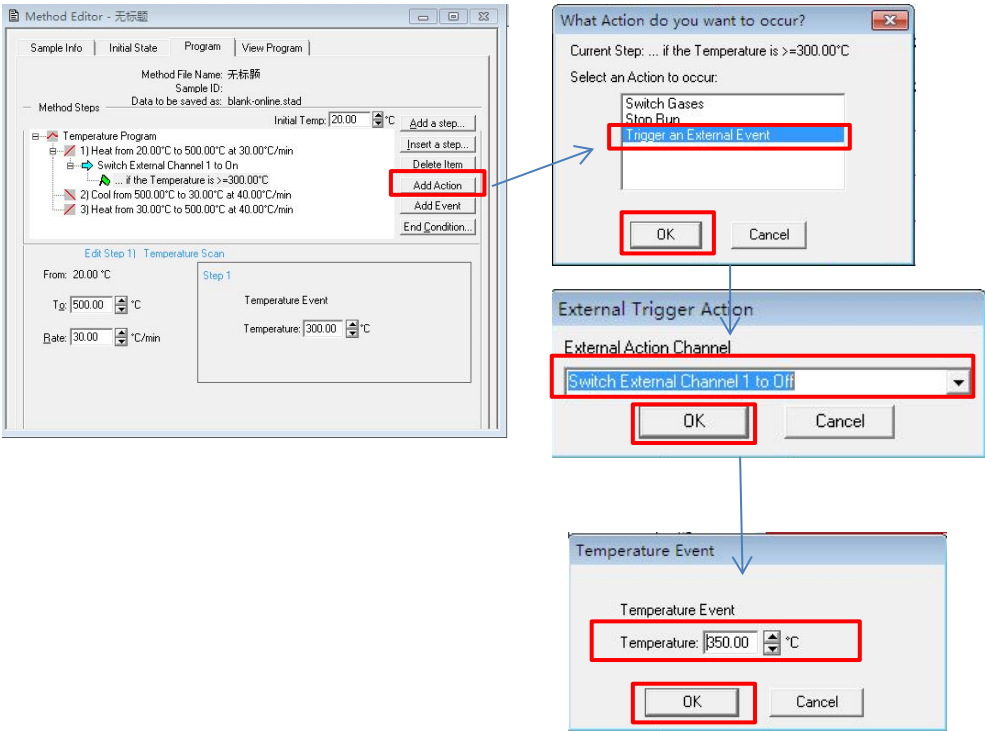

图 9
3.2.3.5 同样的操作步骤，再加入 IR 的触发信号关闭的动作。即加入触发事件，选择“Switch External Channel 1 to Off”。再设定关闭触发信号的温度点，高于之前设定的 300℃即可，例如设定 350 或 500℃。如图 9 所示。